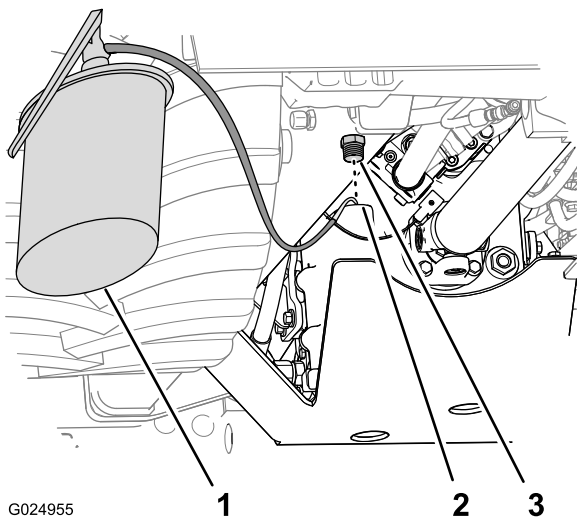

Bild 96
4. Füllen Sie das Getriebe mit Öl der angegebenen Sorte durch den Füllanschluss (Bild 96).